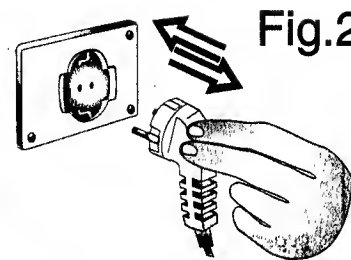

Fig. 2
alla rete (Fig. 2).
appliance (Fig. 2).
5) Attendre au moins une heure, puis brancher l'appareil (Fig. 2).
5) Espere por lo menos una hora antes de conectar el enchufe a la red (Fig.2).
5) Espere cerca de uma hora antes de ligar a ficha à tomada da corrente (Fig.2).